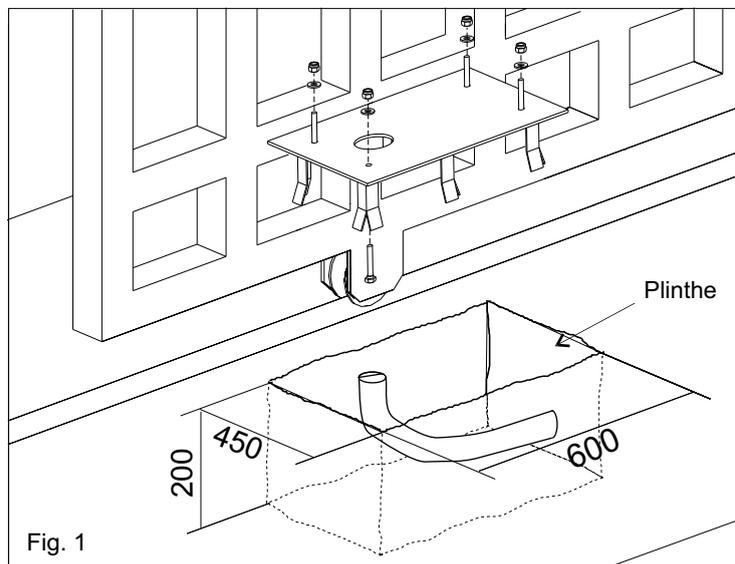

Fig. 1
- 2.1. Prévoir, en se basant sur les mesures reportées dans fig. 1, une petite place de béton où sera murée la plaque de fondation.
NB: Il est opportun, si la structure du portail le permet, de soulever la plaque du niveau pavement d'au moins 50 mm pour éviter eventuelles stagnations d'eau (Fig.1).